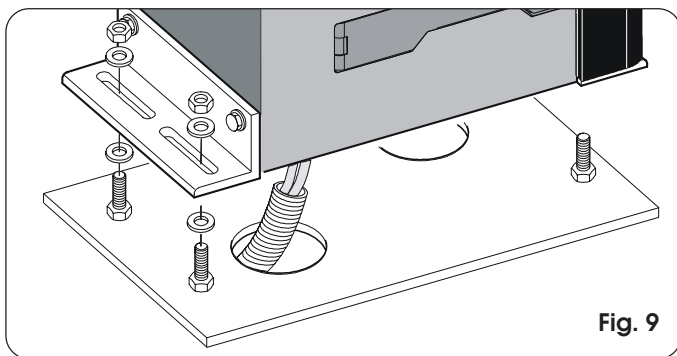
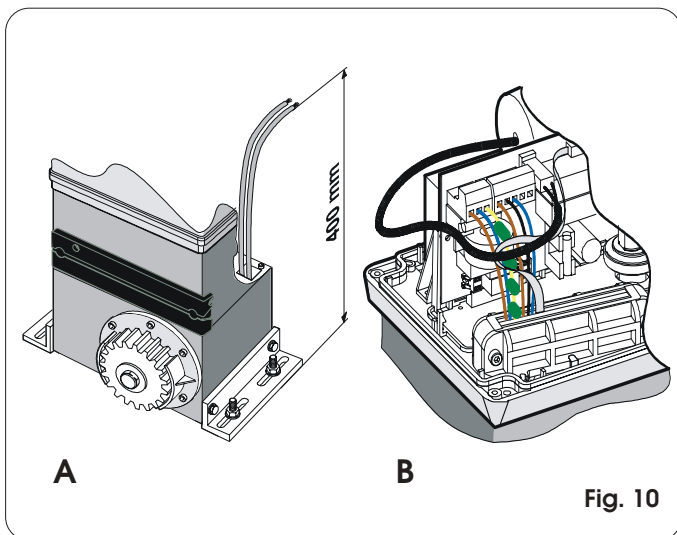

Fig. 9
Fig. 10
- 3) Plaats de aandrijving op de plaat met behulp van de bijgeleverde ringen en moeren, zoals op fig. 9. Voer tijdens deze handeling de kabels door het kanaal in de onderste helft van de aandrijving (fig. 10-ref. A). Om toegang te krijgen tot de elektronische apparatuur, de kabels door het gat voeren met behulp van de bijgeleverde kabelklem met rubber. Alle kabels moeten met zorg van de mantels worden ontdaan, zodat de kabelklem alleen de afzonderlijke draden vasthoudt (fig. 10-ref. B).